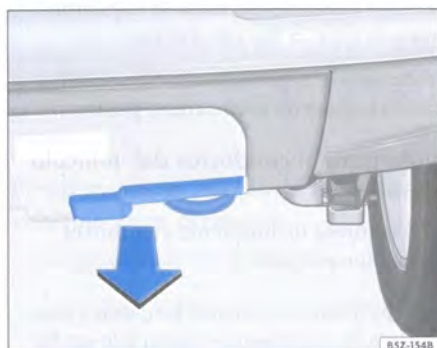

Fig. 162 Argolla de remolque trasera
- Desencaje la cubierta removible, tirando de ella por su parte inferior en el sentido de la flecha ⇒ fig. 162.